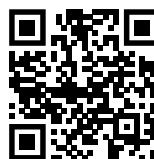

Fig. 109
- ▶ Ανοίξτε το Liebherr SmartMonitoring Dashboard. (βλέπε Fig. 109)